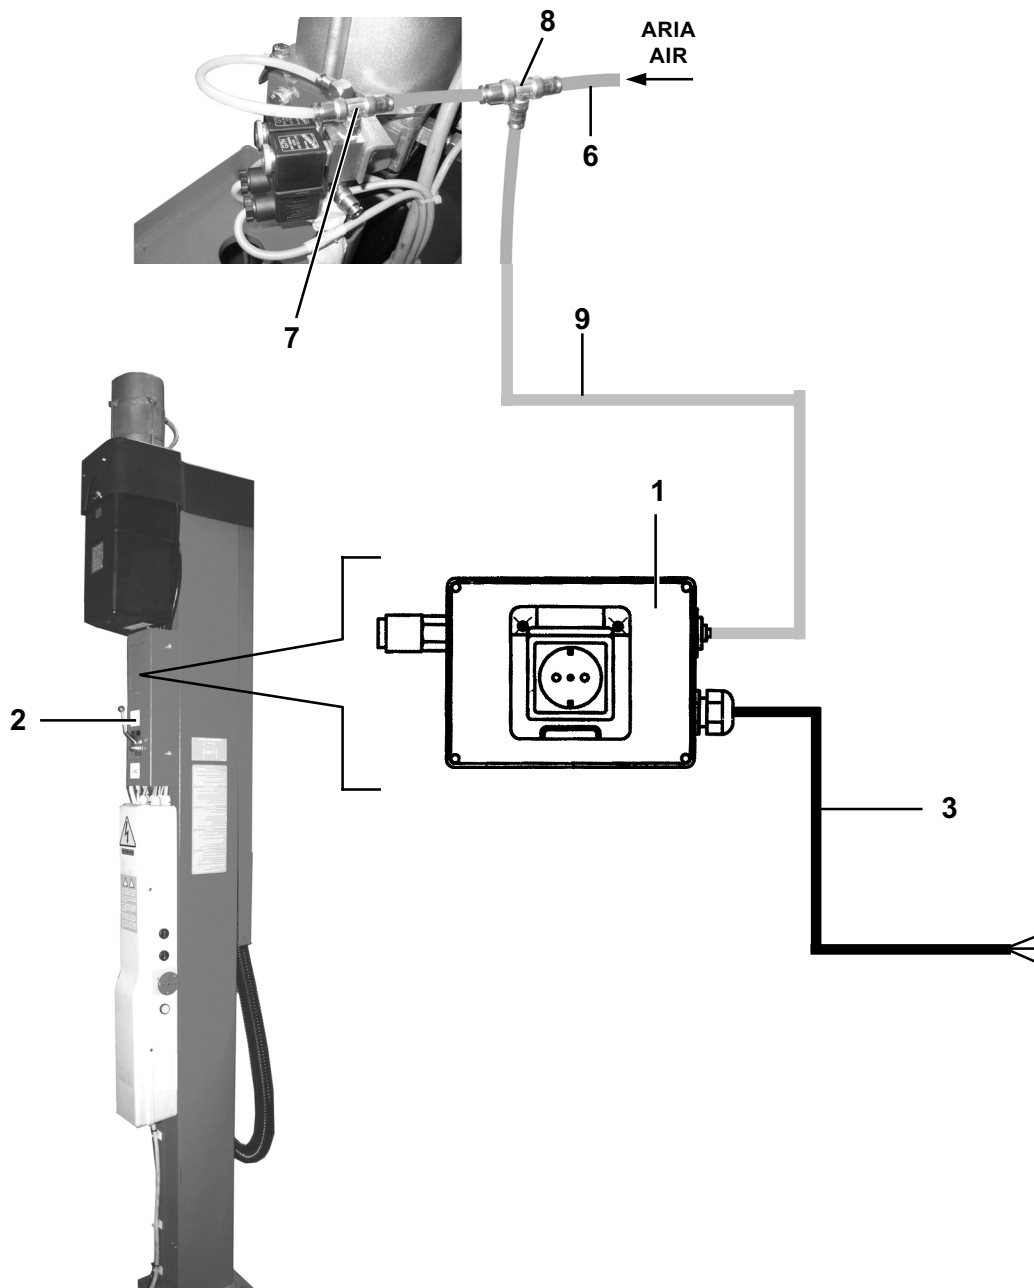

Fig.30
- Fissare la scatola (1 Fig. 30) del kit di distribuzione corrente elettrica + aria compressa al carter (2) tramite le apposite viti;
- Cut air line (6) at fitting (7) and fit the Tee-fitting (8), mounted on pipe (9) of the energy kit.
- Den Kasten (1 Abb. 30) des Strom- und Druckluftverteilerkits mit den entsprechenden Schrauben an der Abdeckung (2) befestigen.
- Die Druckluftleitung (6) nahe am Anschluss (7) zuschneiden und den pneumatischen T-Anschluss (8), der an der Leitung (9) des Kits Energie montiert ist, einfügen.
- Fixer la boîte (1 Fig. 30) du kit de distribution du courant électrique + air comprimé au carter (2) au moyen des vis appropriées;
- Couper le tuyau pneumatique (6) à proximité du raccord (7) et introduire le raccord pneumatique en "T" (8), monté sur le tuyau (9) du kit énergie.
- Fijar la caja (1 Fig. 30) del kit de suministro corriente eléctrica + aire comprimido a la protección (2) mediante los tornillos específicos;